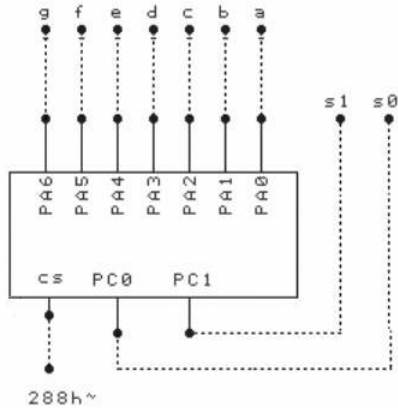

图2-12
2. 动态显示：按图2-12连接好电路，七段数码管段码连接不变，位码驱动输入端 S1, S0接8255 C口的PC1, PC0。编程在两个数码管上显示“56”。